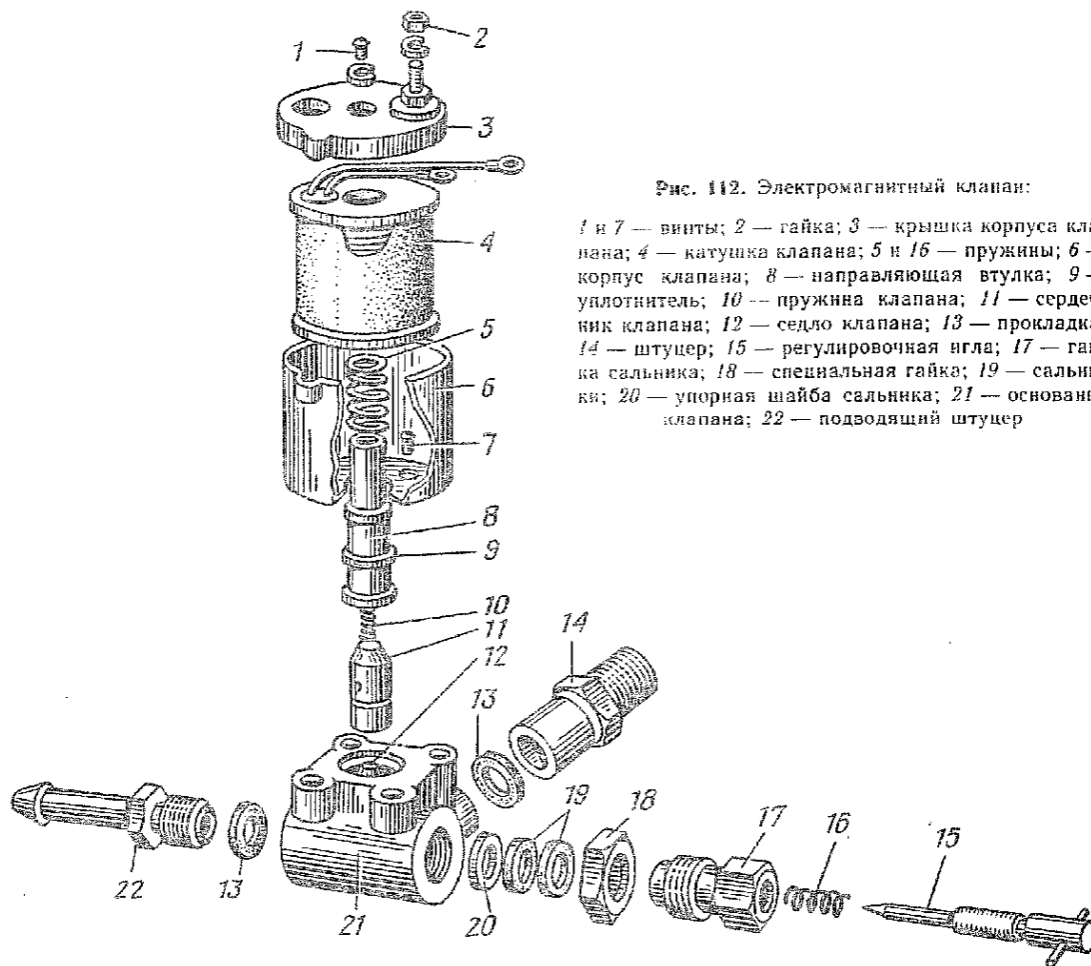

Рис. 112. Электромагнитный клапан:
Примечание. Разбирать (полностью или частично) электромагнитный клапан следует лишь при необходимости устранения следующих неисправностей: засадание сердечника 11 (рис. 112) клапана в направляющей втулке 8, течь бензина через прокладки 13 и сальник 19, механические повреждения деталей клапана, межвитковое замыкание в катушке клапана и обрыв проводов.
3.1.1. Установить прокладку 13 (рис. 112) и ввернуть до отказа подводящий штуцер 22 (тиски 1-150, накладки для губок тисков, ключ 12).